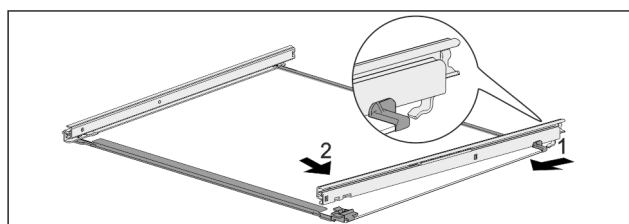

Fig. 59 Стъклена плоча с релси
- ▶ Закачете релсата отзад. Fig. 59 (1)
- ▶ Фиксирайте релсата отпред. Fig. 59 (2)